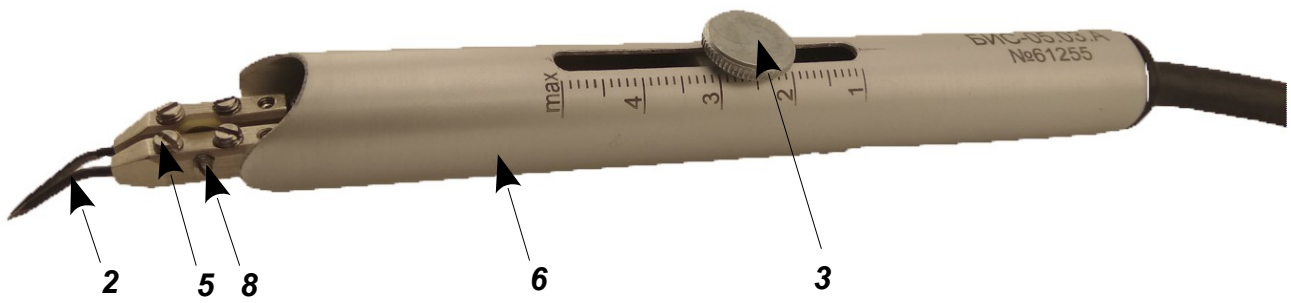

Рис. 1. Инструмент с установленным сдвоенным электродом.
1.3.1 Вид инструмента с установленными сдвоенным электродом показаны на рис. 1
2.3.1 Для жёсткой фиксации электродов между собой, необходимо установить прилагающуюся в комплекте перемычку смотри. Рис.1 и 2. В отсутствие необходимости жёсткой фиксации электродов между собой, снимите перемычку поз.7.